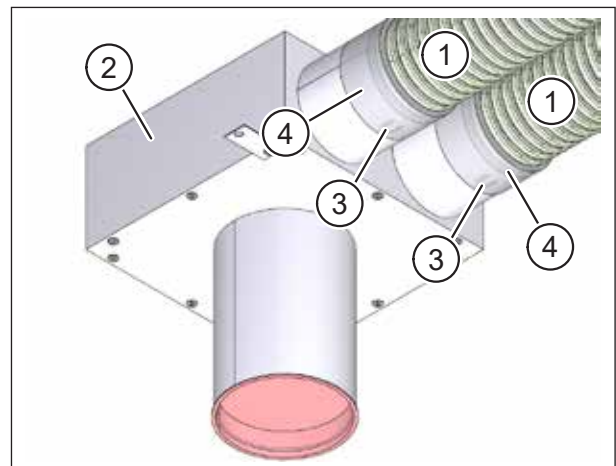

Abb. 16: Flexrohre an Deckenkasten anschließen
- ▶ Kürzen Sie die Flexrohre (Pos. 1 in Abb. 16) auf die erforderliche Länge gemäß Planungsunterlagen. Beachten Sie dazu auch die Montagehinweise in Kapitel „5 Flexrohre montieren“ ab Seite 9.
- ▶ Schließen Sie die Flexrohre am Deckenkasten (Pos. 2 in Abb. 16) an.
- ▶ Nur bei Deckenkasten Stahlblech: Drücken Sie die beiden Haltetaschen (Pos. 3 in Abb. 16) in die Vertiefungen der Flexrohre, um diese sicher im Deckenkasten zu fixieren.
- ▶ **Empfehlung:** Wickeln Sie Kaltschrumpfband (Pos. 4 in Abb. 16) um die Verbindungsstelle von Anschlussstutzen und Flexrohr, um ein Eindringen von Beton zu verhindern.